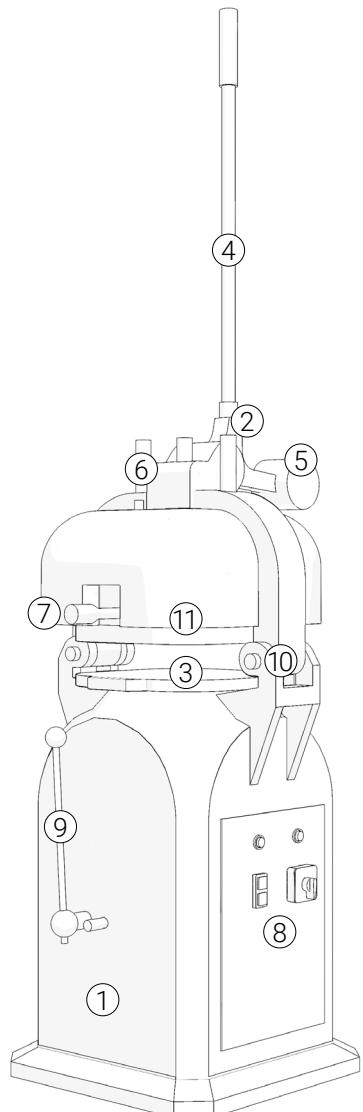

Рис. 1
- 5.1.1.** Тестоделитель-округлитель. Вид общий: рис. 1 (может незначительно отличаться в зависимости от модификаций).
- 8.11.** Установить рычаг прессования и зафиксировать стопорным болтом (рис. 1).